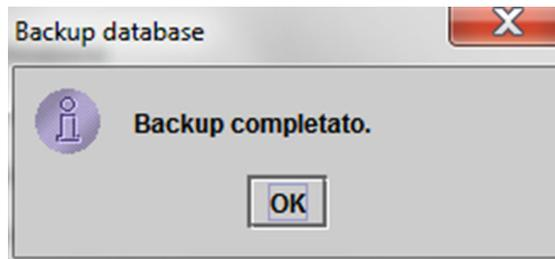

Figura 5-75. Schermata Backup completato
1. Selezionare **Ripristino database** nella finestra di dialogo Gestione database. Vedere la Figura 5-75.
9. Fare clic su **Procedi** nella finestra di dialogo di conferma Ripristino database per continuare oppure fare clic su **Annulla** per interrompere e tornare alla schermata Gestione database (vedere la Figura 5-75).
1. Selezionare **Compatta il database** nella finestra di dialogo Gestione database. Vedere la Figura 5-75.